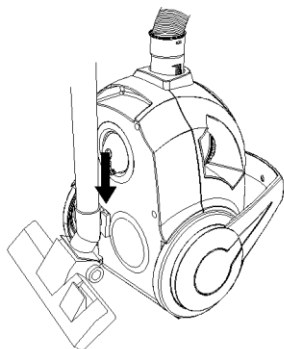

Fig. 2
- Placer l'appareil en position verticale (en l'appuyant au sol par sa partie arrière) et arrimer le crochet du patin dans l'emplacement qui se situe sur la partie inférieure de l'appareil. (Fig.2).